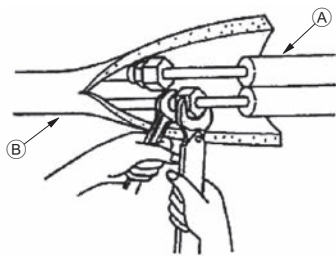

Fig. 4-3
4.3. Tubería de refrigerante (Fig. 4-3)